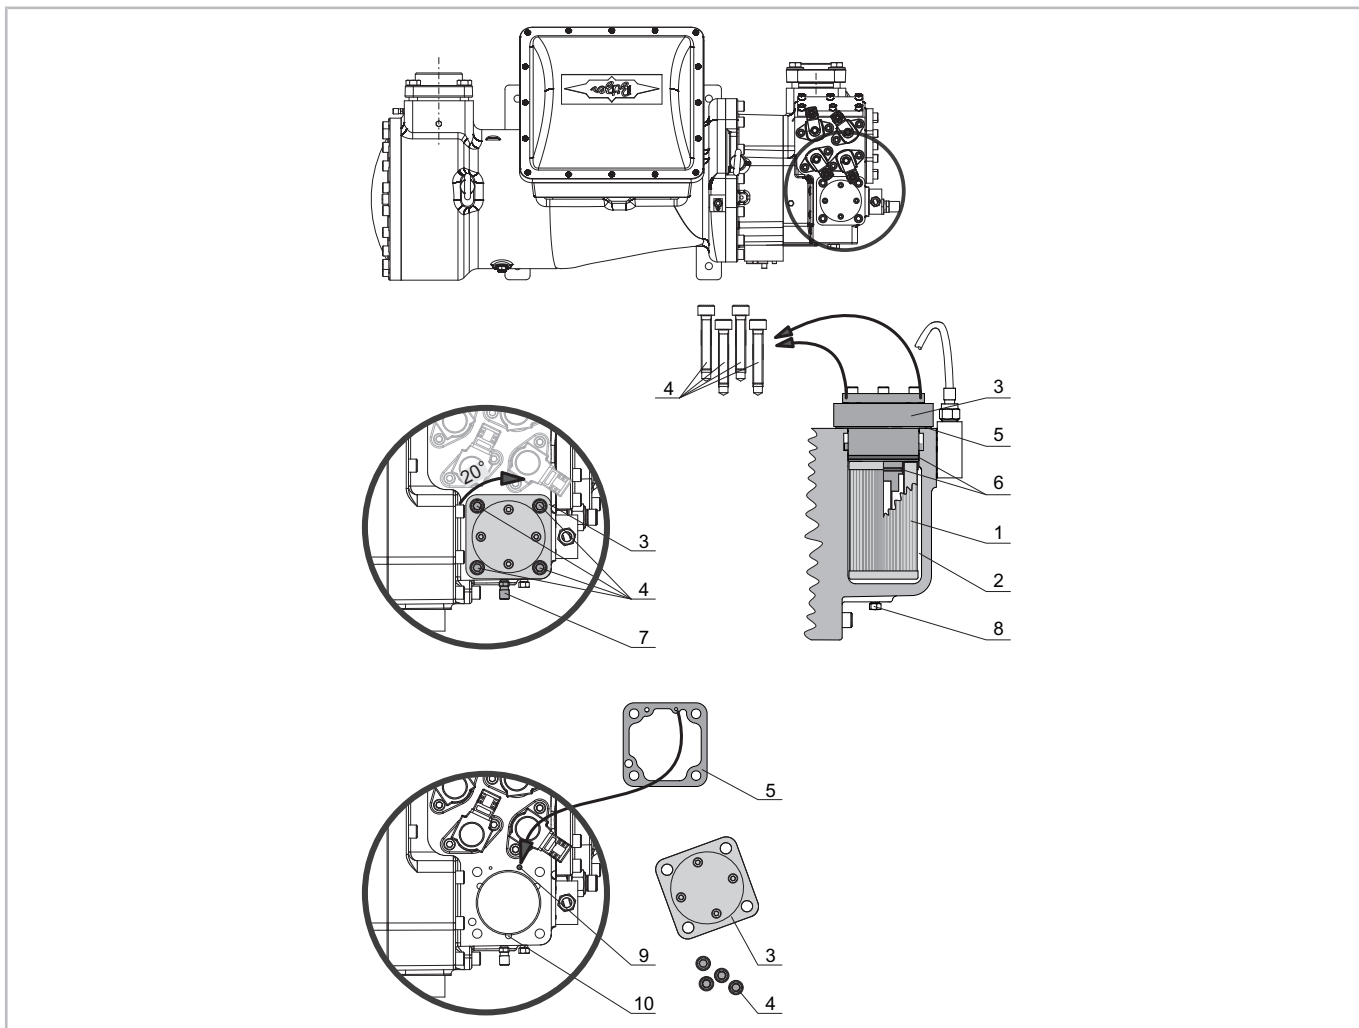

Abb. 13: HS.85: Ölfilter wechseln
- HS.85: für den Wechsel des internen Ölfilters vor der Ölfilterkammer (siehe Abbildung 13, Seite 24).
HS.85: Internen Ölfilter wechseln (siehe Abbildung 13, Seite 24)